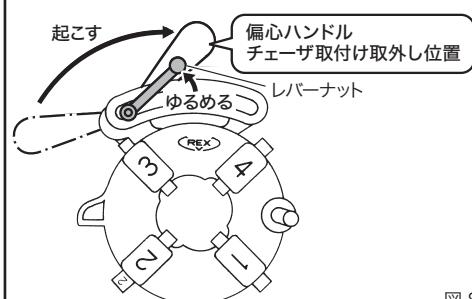
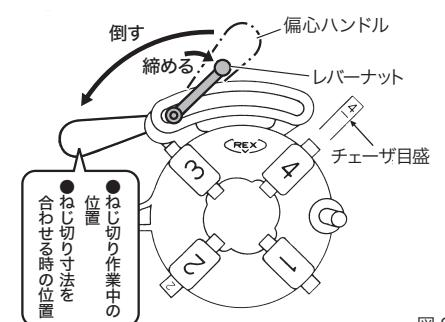

図 8
図 9
a. チーザの取外し方 (図 8)
- ①偏心ハンドルを図の方向に起こしてレバーナットをゆるめ、偏心ハンドル部を左端いっぱいの位置までよせてください。これで 3 番と 4 番のチーザが取り外せます。
- ②次にダイヘッドを起こすと 1 番と 2 番のチーザが取り外せます。
b. チーザの取付け方 (図 9)
- ①ダイヘッドをチーザを取り外した状態にします。
- ②ダイヘッドの 3 番と 4 番の溝番号に同じ番号のチーザをチーザノッチにはまり込むまで差し込んでください。
- ③次にダイヘッドを起こして 1 番と 2 番のチーザを同じ溝番号に差し込んでください。